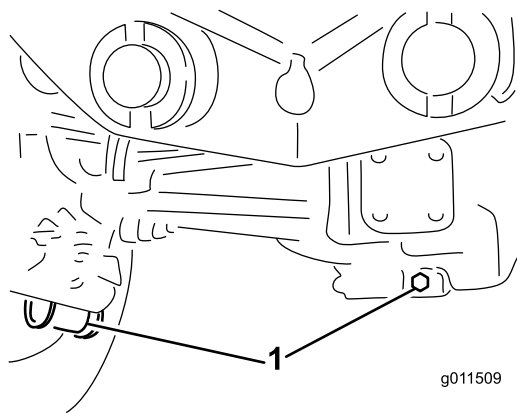

Figura 62
- Pulite attorno ai tre tappi di spurgo, uno per lato ed uno in centro (Figura 62).